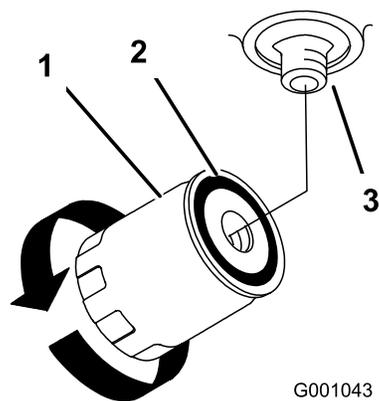

Figura 48
- Cuando el filtro hidráulico esté lleno, gire el filtro en el sentido de las agujas del reloj hasta que la junta de goma entre en contacto con el adaptador del filtro, luego apriete el filtro 1/2 vuelta más (Figura 48).